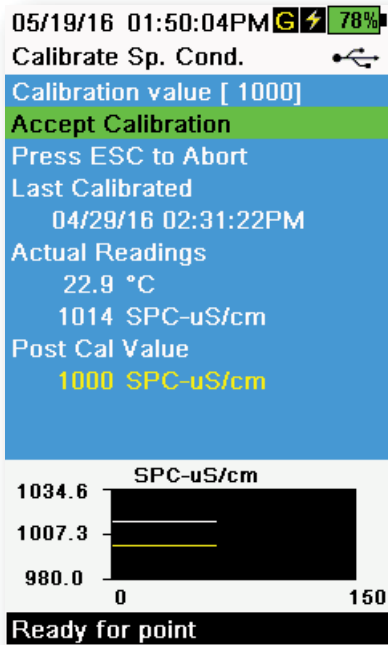

图 48 校准比电导率
7. 观察实际测量读数是否稳定（图表上的白线 40 秒内没有明显变化），然后选择 **Accept Calibration (接受校准)**（图 48）。然后消息区域将显示“校准成功！”